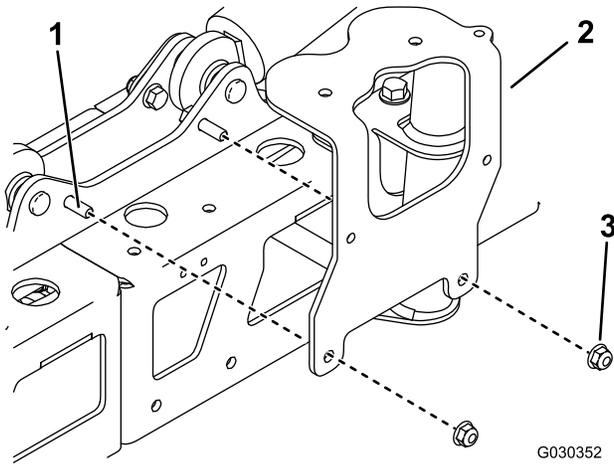

Bild 4
- Befestigen Sie die Ventilbefestigungshalterung mit den zwei vorher entfernten Schrauben (5/16" x 1") und den zwei Sicherungsmuttern (5/16") (Bild 4).